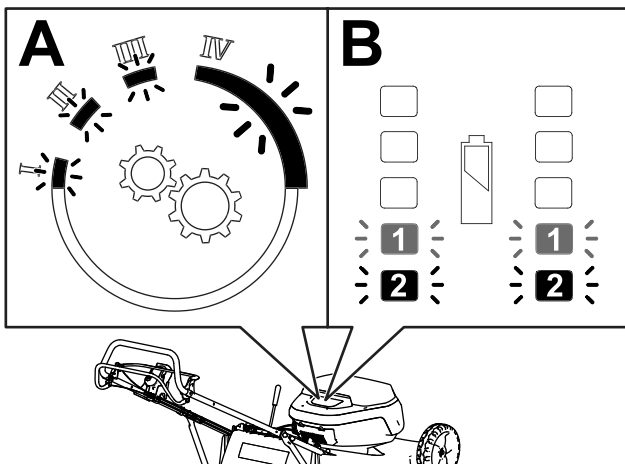

Bild 14
Bei einer Störung des Getriebes blinken vier (4) Warnleuchten (A in Bild 14), siehe Fehlersuche und -behebung (Seite 29).
Die Akkustatusanzeige zeigt anhand von Leuchten den Ladestand der Akkus an und weist auf Probleme oder Störungen mit den Akkus hin (B in Bild 14). Wenn der Ladezustand der Akkus niedrig ist (<10%), blinkt die untere der vier Ladestandsanzeigen.
Liegt an einem Akku eine Störung vor, blinken die Störungsleuchten am unteren Rand der Akkustatusanzeige (B in Bild 14). Die linke Störungsleuchte entspricht dem linken Akku (von der Betriebsposition aus gesehen), die rechte Störungsleuchte entspricht dem rechten Akku.